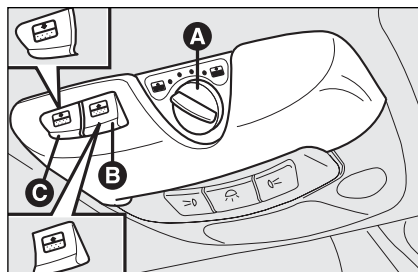

fig. 81
Les lamelles et le rideau pare-soleil ouverts (poignée **A**-fig. 81 sur le quatrième déclic), la fermeture des lamelles n'influence pas la position du rideau.
Pour ouvrir le rideau pare-soleil appuyer sur le bouton **C**-fig. 81.
Pour fermer le rideau pare-soleil appuyer sur le bouton **B**-fig. 81.
ATTENTION En tournant la clé de contact sur **STOP** après avoir actionné les boutons **B**-fig. 81 ou **C**, on obtient l'achèvement du mouvement sélectionné.
- ☐ placer la poignée **A-fig. 81** sur "0" (tout fermé);
Dans ces cas, il est possible d'inhiber le dispositif en fermant le toit ouvrant (d'ici 5 secondes depuis l'intervention du dispositif), en tournant la poignée **A**-fig. 81 en position **0** et simultanément en la gardant appuyée vers le haut jusqu'à la fermeture effectuée.